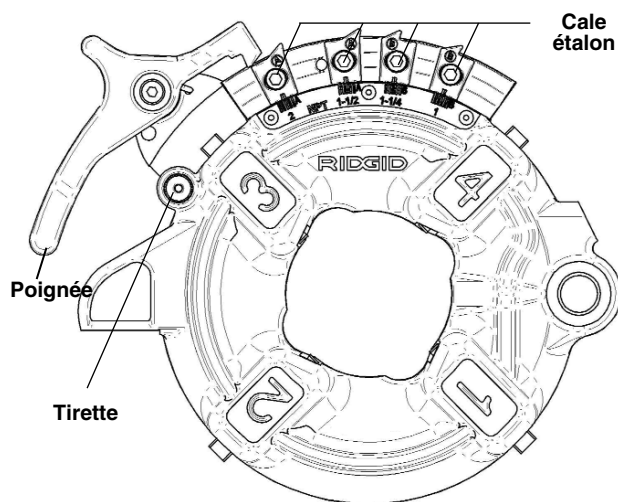

Figure 10 – Têtes de filière semi-automatiques 816 et 817
Tête de filière semi-automatique (Figure 10) – Lorsque l'extrémité du tuyau en cours de filetage arrive à fleur de l'extrémité de la filière n° 1, tapez sur la poignée pour libérer le tuyau des filières.
Les têtes de filière automatiques 816 et 817 (Figure 10) pour filetage à droite utilisent quatre jeux de filières pour le filetage des tuyaux de $\frac{1}{8}$ à $1\frac{1}{2}$ po. Un jeu de filières est nécessaire pour chacune des gammes diamétriques suivantes : ($\varnothing \frac{1}{8}$ po), ($\varnothing \frac{1}{4}$ et $\frac{3}{8}$ po), ($\varnothing \frac{1}{2}$ et $\frac{3}{4}$ po) et ($\varnothing 1$ à $1\frac{1}{2}$ po). Le filetage des boulons nécessite un jeu de filières spécial pour chaque taille de boulon.
1. Appuyez sur la poignée pour que la plaque à cames (Figure 10 – Têtes de filière semi-automatiques 816 et 817) repose contre la butée comme indiqué.